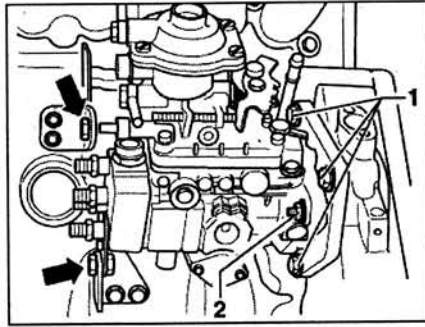

Рис. 3.43. Открутите болты крепления обоих кронштейнов топливного насоса высокого давления (стрелки). Открутите три болта 1.
11. Открутите болты крепления обоих кронштейнов топливного насоса высокого давления (стрелки) (рис. 3.43). Открутите три болта 1.
17. Затяните болты 1 крепления корпуса рукой (рис. 3.43).
19. Затяните гайки 2 до 20 Нм, болты 1 и опорные болты (стрелка) крепления кронштейнов до 20 Нм (рис. 3.43).